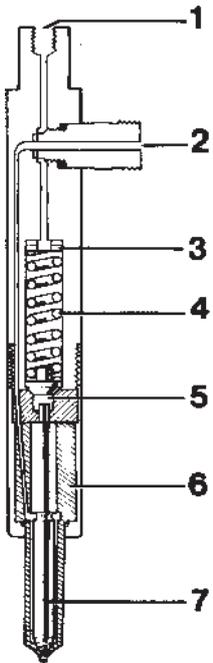

Fig. 123. Injecteur, KBEL
Lorsque la pression de carburant atteint une valeur bien déterminée (pression d'ouverture), l'aiguille d'injecteur (7, figure 123) qui était maintenu appuyée contre son siège par le ressort de pression (4), se soulève et le carburant est alors pulvérisé dans le moteur par des trous calibrés soigneusement dans la douille d'injecteur.